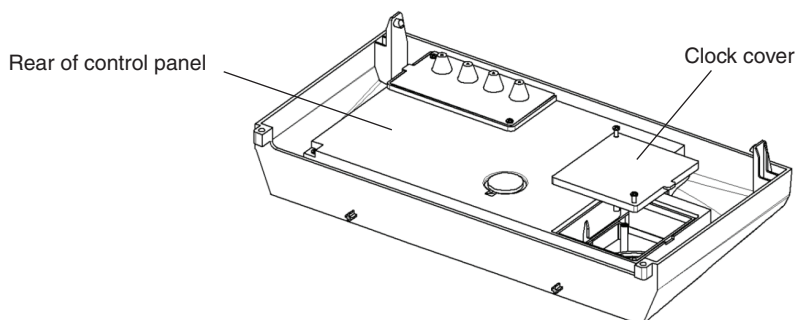

Fig. 4.14
4.9 FIT THE CLOCK KIT - Fig. 4.14